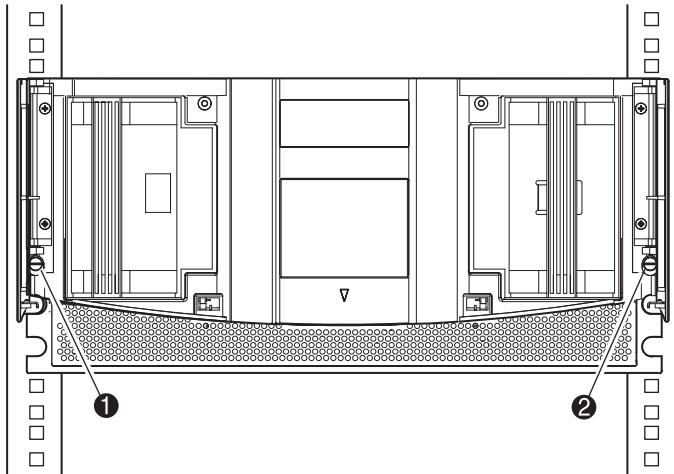

Figure 2-5. Fixation de la librairie
10. Une fois les portes ouvertes, fixez le panneau avant à l'armoire de stockage à l'aide des deux vis de fixation (voir figure 2-5). Fermez les portes.